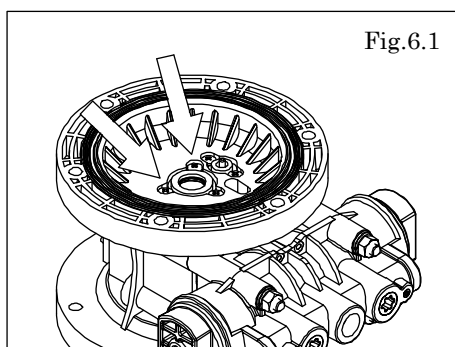

Fig.6.1
- ・ドライバーを使用して、タッピンネジ 10 か所を取り外す。[Fig.6.1]